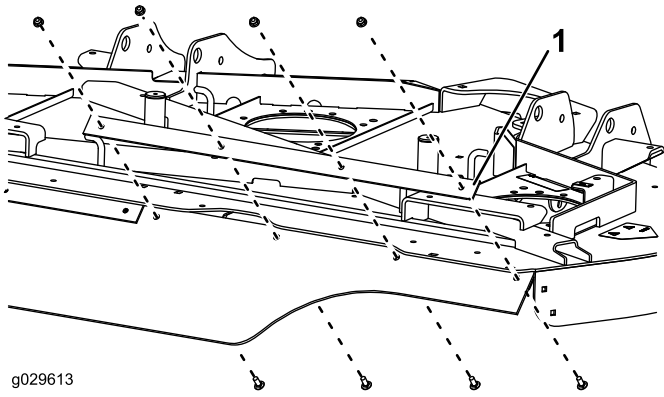

Figure 11
5. Fixez légèrement une barrette de support et l'extrémité droite (carrée) du déflecteur sur la chambre droite à l'aide de 4 boulons de carrosserie (5/16 x 7/8 po) et 4 écrous (5/16 po), comme montré à la Figure 11.